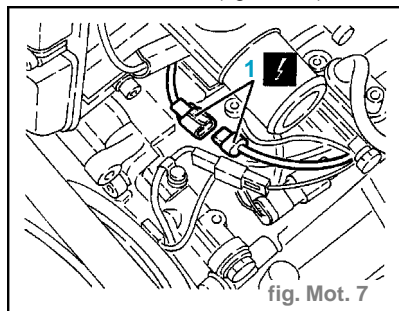

fig. Mot. 7
- Débrancher la connexion électrique (2) du régulateur de pression.
- Débrancher la connexion électrique (3) du capteur de phase.
- Débrancher la connexion électrique (1) du joint électromagnétique du compresseur du climatiseur. (fig. Mot. 7)